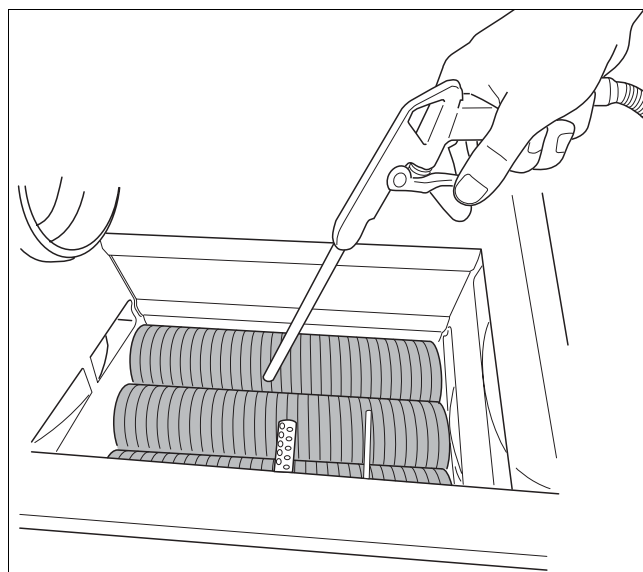

Fig. 122 Curățați schimbătorul de căldură
- Curățați schimbătorul de căldură cu aer comprimat sau cu o perie moale (Fig. 122).